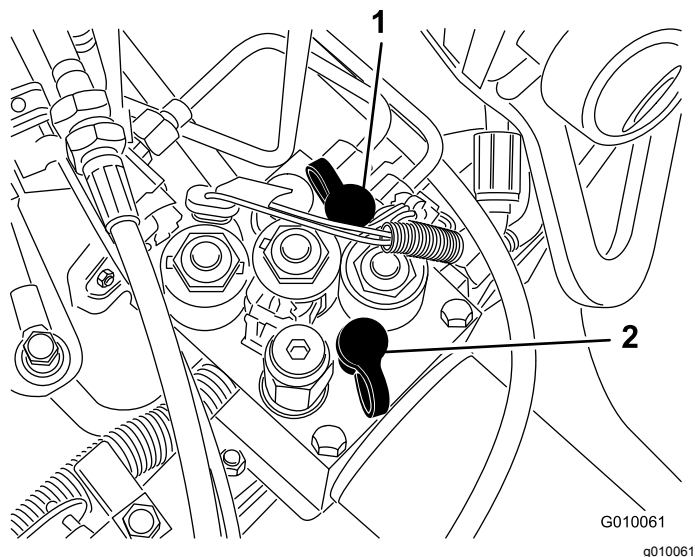

図 64
- テストポートG2 図 64 は走行チャージ回路の故障探究用ポートです。
- テストポートG1 図 64 は昇降回路の故障探究用ポートです。